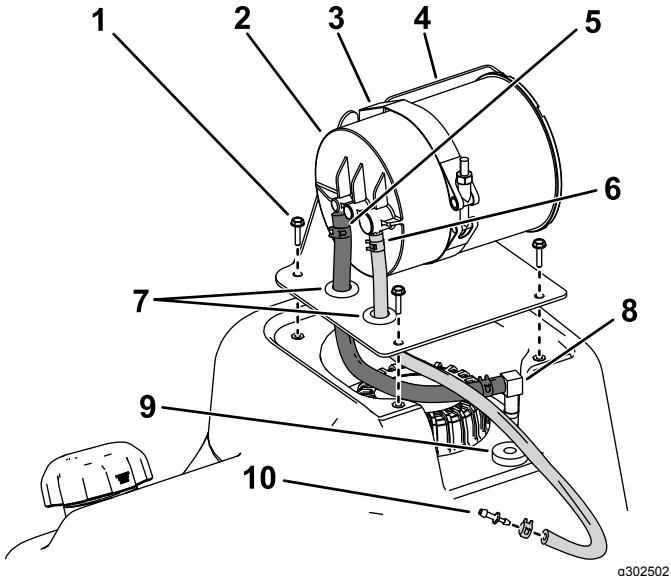

Figure 3
1. Assemblez le filtre à charbon actif, le collier et 2 œillets (9/16 po) sur le support du filtre à charbon actif (Figure 3)